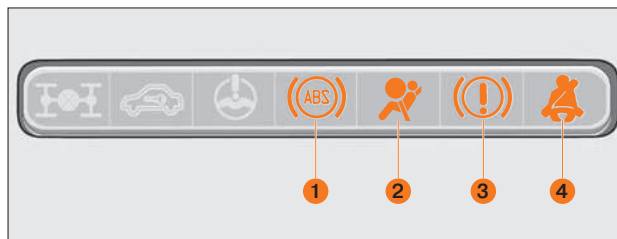

Рис. 43. Блок контрольных ламп
БЛОК КОНТРОЛЬНЫХ ЛАМП (рис. 43)
В вариантном исполнении – (ABS) контрольная лампа антиблокировочной системы тормозов (АБС) 1 (рис. 43).
В варианном исполнении –  контрольная лампа системы пассивной безопасности 2 (рис. 43).
В варианном исполнении –  контрольная лампа электронного распределения тормозных сил 3 (рис. 43).
**Контрольная лампа непристёгнутого ремня 4 (рис. 43).** При включении зажигания – включается сигнальный индикатор, напоминающий о необходимости застегнуть ремень безопасности. Индикатор будет гореть до тех пор, пока ремень безопасности не будет пристегнут. Если водитель начнёт движение с непристёгнутым ремнём безопасности, то в дополнение к световому индикатору включится звуковая сигнализация. Световая и звуковая сигнализация будут работать до срабатывания замка ремня безопасности.